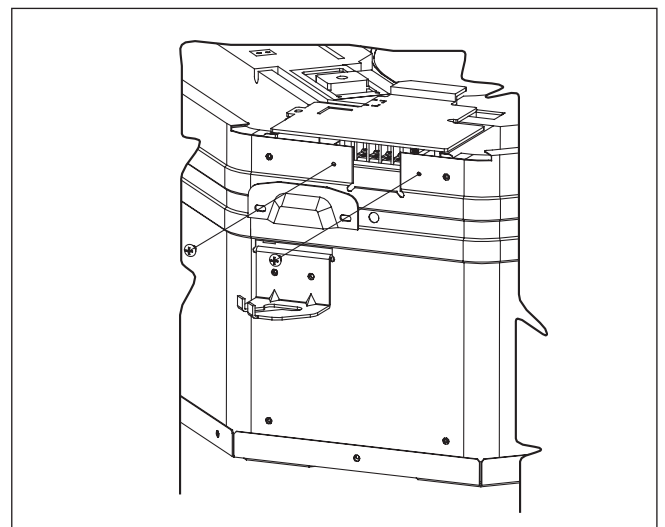

Abbildung 3
1. Die Kabelabdeckung entfernen, indem 2 Schrauben wie in Abbildung 3 dargestellt entfernt werden.